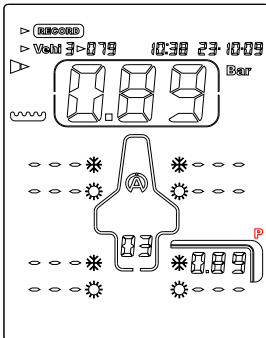

Abbildung 4
5) Setzen Sie die Spitze des Tyrecontrol 2 auf das Reifenventil (Abbildung 4)